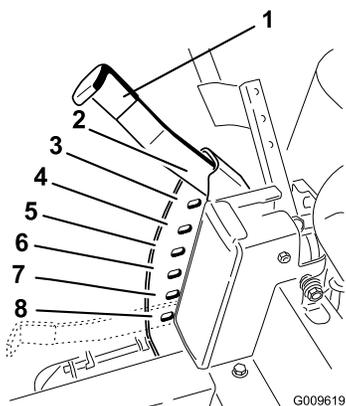

Figure 18
1. Relevez le levier de sélection de hauteur de coupe en position de transport, à la position de réglage 4,5 (qui correspond aussi à la hauteur de coupe de 115 mm [4-1/2 po.]) (Figure 18).